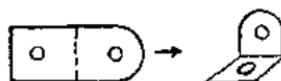

图 3
2. 把厚铁皮用剪铁皮剪刀剪成两段，同时弯成两个直角形，在铁皮竖直段和水平段上各钻一个小孔（图 3）。